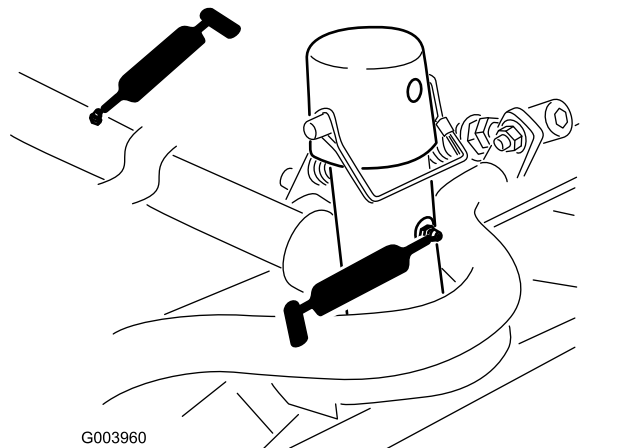

Figura 38
- Articulações do braço de elevação (1 cada) (Figura 38)
- Articulação e estrutura de transporte da unidade de corte (Figura 38)